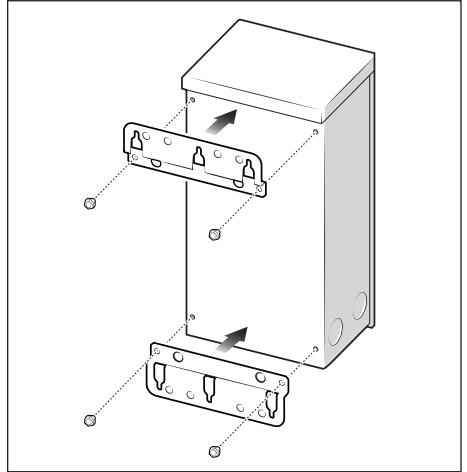

Figure 1. Installer les supports
2. Faire pivoter et fixer les supports supérieur et inférieur avec les vis de montage dans les mêmes trous de montage, voir *Figure 1*.